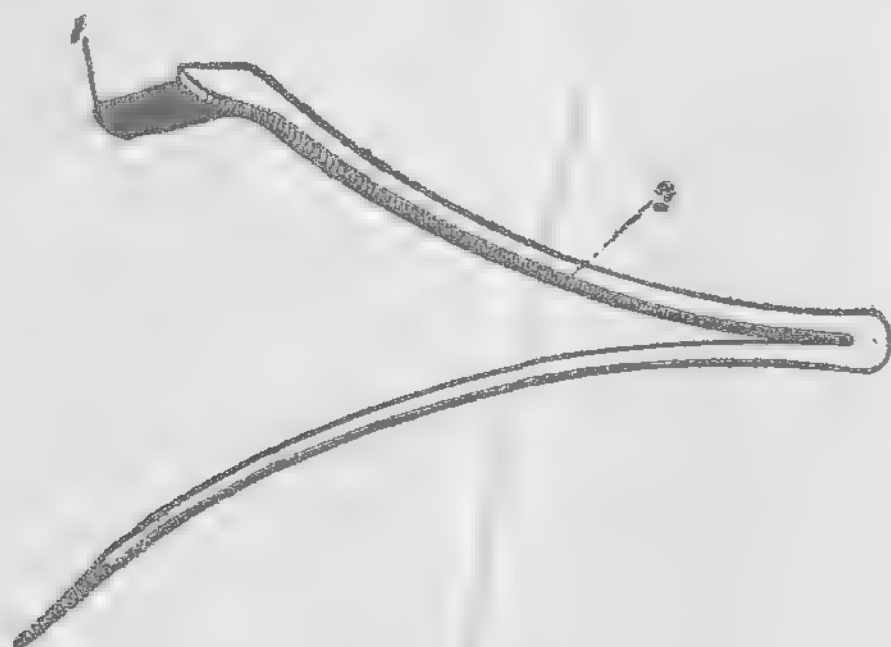

Рис. 13. Боевая пружина:
14. **Боевая пружина** (рис. 13) служит для сообщения курку быстрого движения для удара по капсюлю патрона.